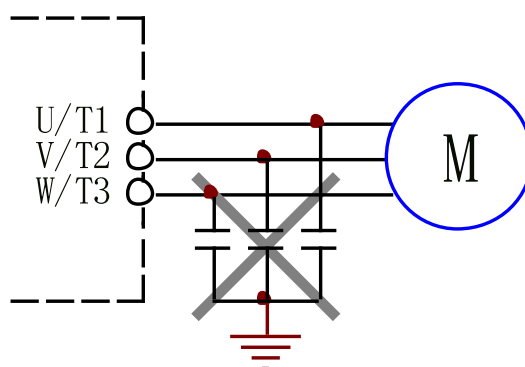

Рис. 4-16 Строго запрещается подсоединение конденсатора на стороне выхода частотного преобразователя
- Запрещается производить подсоединение конденсатора на стороне выхода частотного преобразователя, как показано на рис. 4-16.